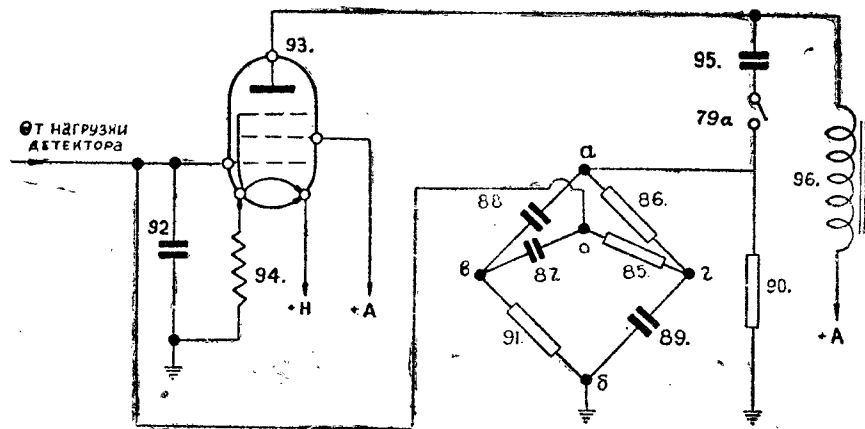

Рис. 9. Схема усилителя низкой частоты при включении узкополосного фильтра.
Прием телеграфных сигналов на узкой полосе пропускания бывает необходим при значительных радиопомехах, затрудняющих прием нужных сигналов (особо заметным это бывает в часы ночной работы). Для осуществления приема в таких условиях переключатель рода работы (79а) ставится в положение (ТГР-II). Контакты этого переключателя (см. схему рис. 9) подключают резонансный мостик между управляющей сеткой лампы (93) и ее анодом через емкость (95).
При постановке переключателя рода работы (79а) в положение „ТГР-II“ (см. рис. 9) в анодную цепь включается внешний мост и переменная составляющая анодного тока с помощью сопротивления (90) питает диагональ этого моста („а б“), не входящую в состав внутреннего моста. Благодаря этому получает питание и внутренний мост (87, 85, 89 и 91). Сопротивления и емкости внешнего и внутреннего моста подобраны так, что на частоте 1000 гц внутренний мост будет уравновешен, т. е. на концах его диагонали („о б“) или емкости (92)